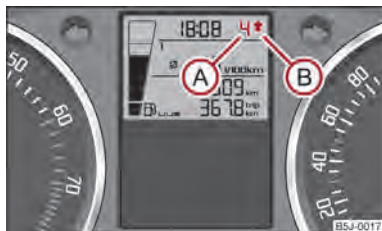

Abb. 4 Schaltempfehlung für Gangwechsel
Im Display des Kombi-Instruments wird eine Information zum geschalteten Gang (A) ⇒ Abb. 4 angezeigt.